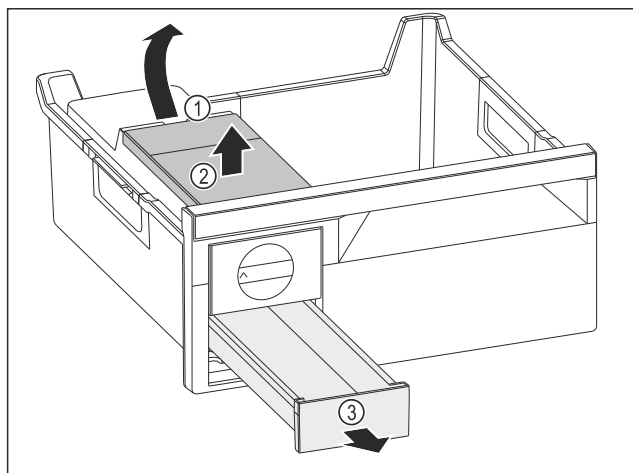

Fig. 109
- ▶ Извлеките бак для воды: Поднимите бак для воды за выемку Fig. 109 (1).
- ▶ Извлеките бак для воды Fig. 109 (2) движением вверх.
- ▶ Извлеките выдвижной ящик для кубиков льда Fig. 109 (3) движением вперед.